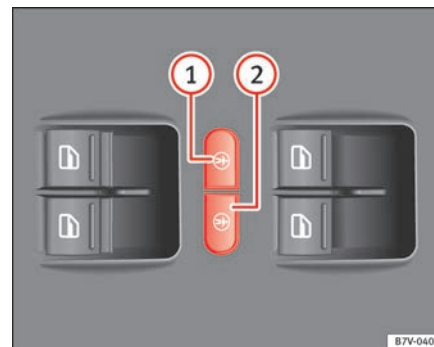

Abb. 52 In der Fahrertür: Tasten für die elektrische Kindersicherung.
Die elektrische Kindersicherung verhindert das Öffnen der Schiebetüren und der elektrischen Fensterheber in den Schiebetüren von innen, damit z. B. Kinder während der Fahrt nicht versehentlich eine Tür öffnen. Die linke Taste ⇒ Abb. 52 ① bzw. die rechte Taste ② schaltet die Kindersicherung hinten links bzw. rechts ein.
Einschalten:	Taste ⇒ Abb. 52 ① oder ② drücken.